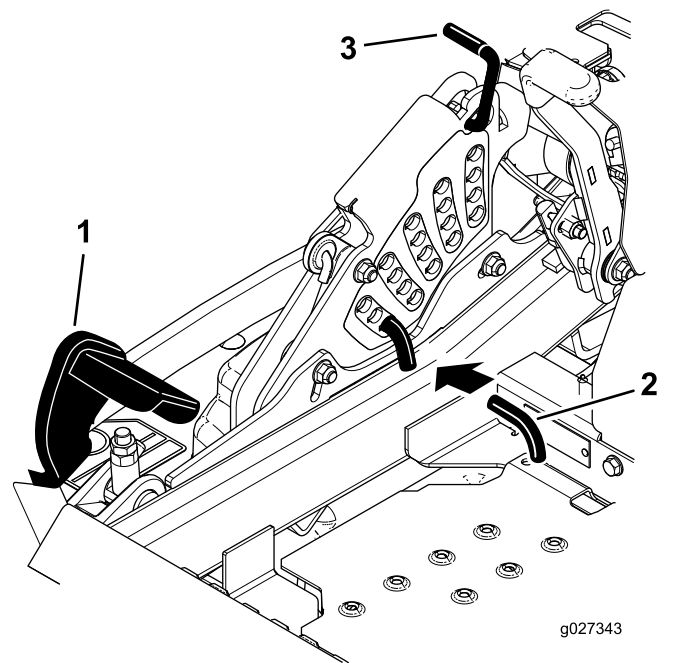

Figure 25
2. Appuyez sur la pédale de relevage du tablier avec le pied et relevez le tablier à la position de transport (qui est aussi la position de hauteur de coupe de 140 mm [5½ po]), comme montré à la Figure 25.
3. Pour changer de hauteur de coupe, tournez la goupille de 90 degrés retirez-la du support de hauteur de coupe (Figure 25).
4. Placez la goupille dans le trou du support correspondant à la hauteur de coupe voulue (Figure 25).